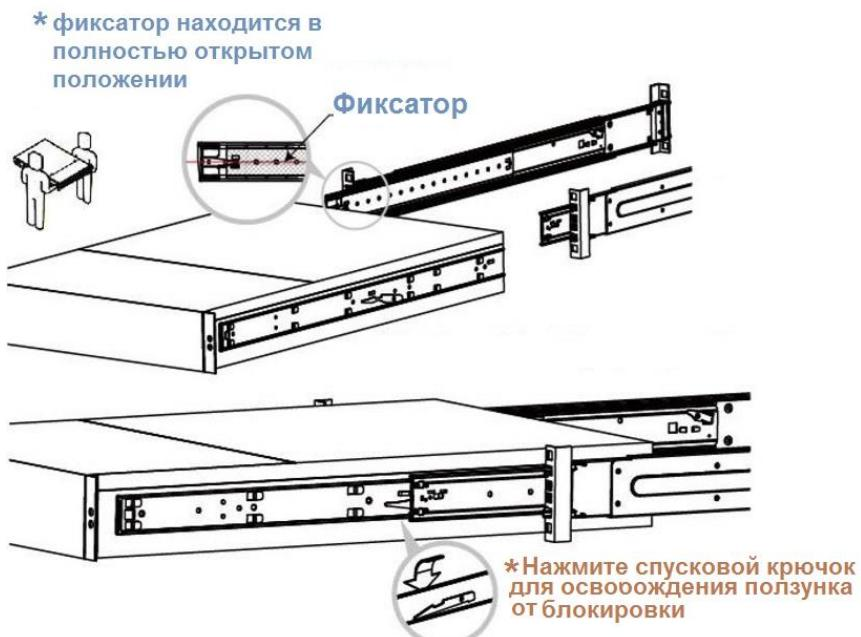

Рисунок 167 - Монтаж блока в шкаф
- 3) Установить блок в шкаф. Вставить внутренний элемент шасси, как показано на рисунке. Важно проверить, что перед установкой на шасси, фиксатор находится в полностью открытом положении. Если фиксатор не в полностью открытом положении при монтаже шасси, это может вызвать повреждение шасси. Во время сдвигания шасси обратно в шкаф, необходимо отпустить затвор от блокировки положения, нажав на спусковой крючок (см. Рисунок 167).